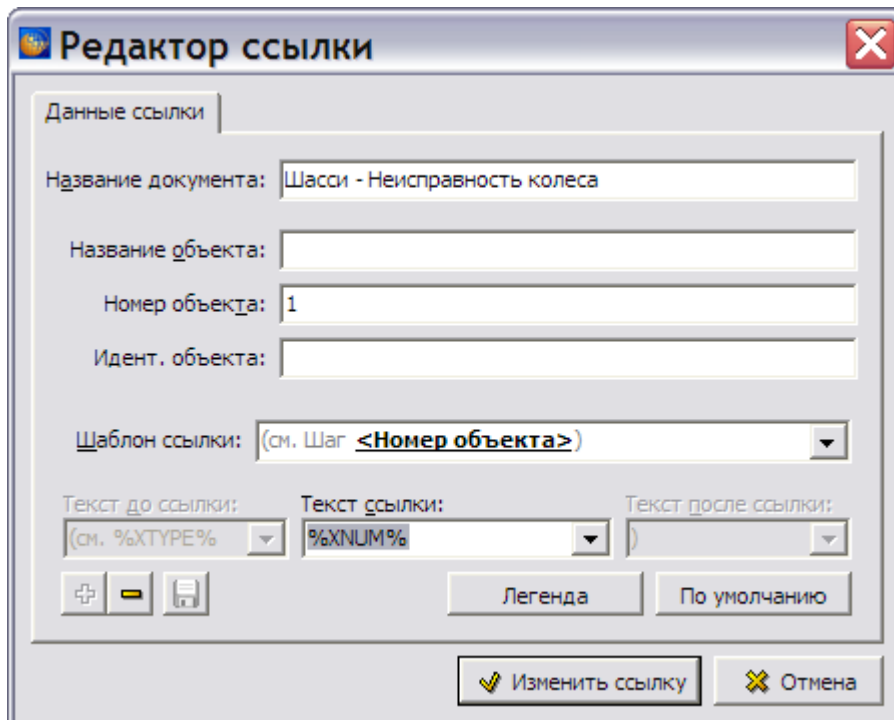

Рис. 5.157
- Для изменения ссылки выделите её и нажмите на кнопку **Изменить ссылку (F2)** . После этого откроется окно **Редактор ссылки** (Рис. 5.157).